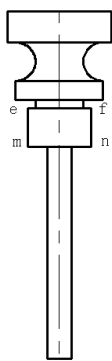
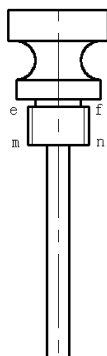
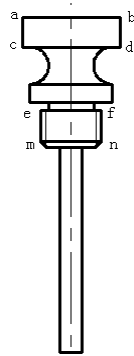
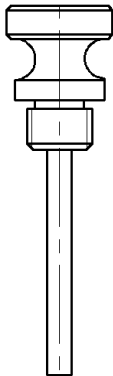

图 3-67 修剪结果
图 3-68 偏移直线
图 3-69 绘制倒角
图 3-71 倒角
⑧ 用同样的方法, 将右边圆向左移动 2。单击“默认”选项卡“修改”面板中的“修剪”按钮, 修剪多余的直线, 同时单击“默认”选项卡“修改”面板中的“删除”按钮, 效果如图 3-67 所示。
⑨ 单击“默认”选项卡“修改”面板中的“偏移”按钮, 将图 3-67 中的直线 em 和 fn 分别向右和左偏移, 偏移距离为 1.2, 并将偏移后的直线转换到“剖面线”图层, 如图 3-68 所示。
⑩ 单击“默认”选项卡“修改”面板中的“倒角”按钮, 对图 3-68 中的 m 和 n 点进行倒角, 倒角距离为 1; 然后单击“默认”选项卡“修改”面板中的“修剪”按钮, 修剪多余的直线; 最后补充绘制相应的直线, 效果如图 3-69 所示。
① 单击“默认”选项卡“修改”面板中的“倒角”按钮，对图 3-69 中的点 a、b、c、d 进行倒角，倒角距离为 1；然后补充绘制相应的直线，效果如图 3-71 所示。